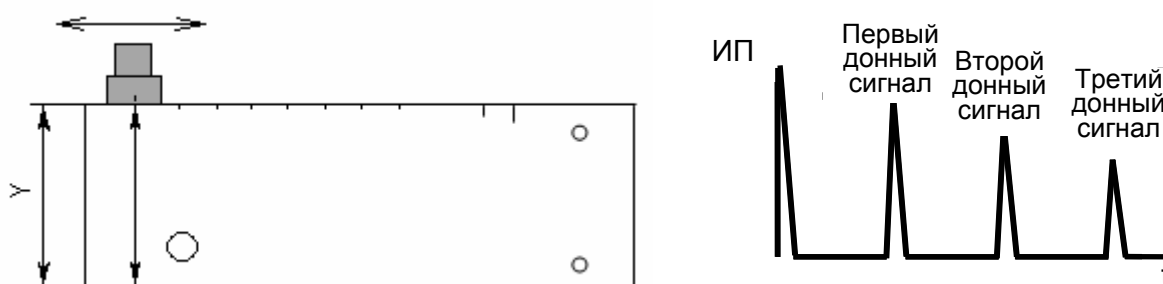

Рисунок 7.6
г) установить ПЭП на поверхность образца СО-2 со стороны шкалы "α°" в зоне отсутствия внутренних отражателей (рисунок 7.6). Притирая ПЭП, получить максимум первого донного сигнала. Изменяя усиление кнопками  и , установить амплитуду эхо-сигнала, равную от 1,5 до 7,5 клетки по высоте А-развертки. Убедиться, что автоматическая измерительная метка расположена против вершины первого донного сигнала.
- е) установить ПЭП на поверхность образца СО-2 со стороны шкалы " α° " в зоне отсутствия внутренних отражателей и получить первый донный сигнал (см. рисунок 7.6). Кнопками  и  добиться положения вершины сигнала в пределах от 1,5 до 7,5 клеток.